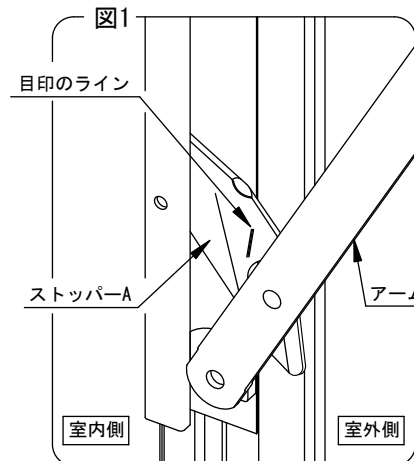

図1
- アームを開き、枠側とアームをアーム取付用ネジで固定してください。（<図1>E部拡大（アーム取付）参照）
<図1>E部拡大（アーム取付）
- ① 障子を全開にした後、目印のラインとアームの位置が重なるまで障子を閉めてください。（図1参照）